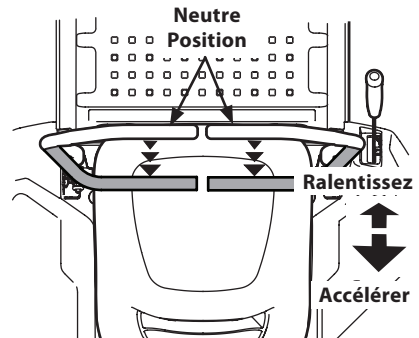

Figure 25
1. Déplacez lentement et uniformément les deux leviers de contrôle vers l'arrière. Le tracteur commencera à se déplacer en sens inverse. Consultez la Figure 25.